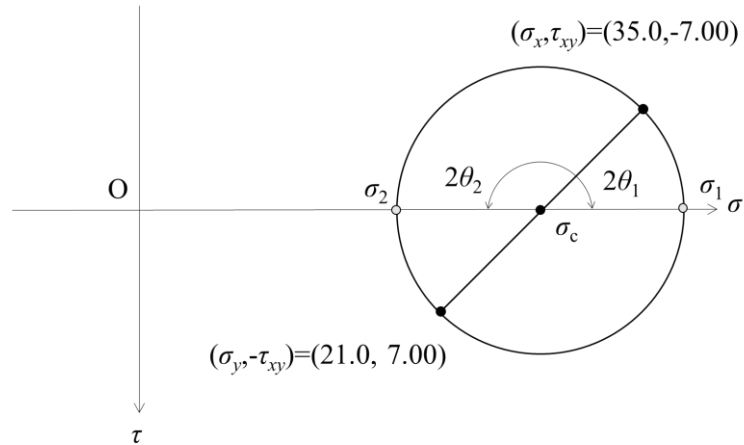

Fig.2.4 主応力および主応力方向
(4) 主応力(σ_1, σ_2)および主応力方向(θ_1, θ_2)はモールの応力円上において以下の図 2.4 のように表される.